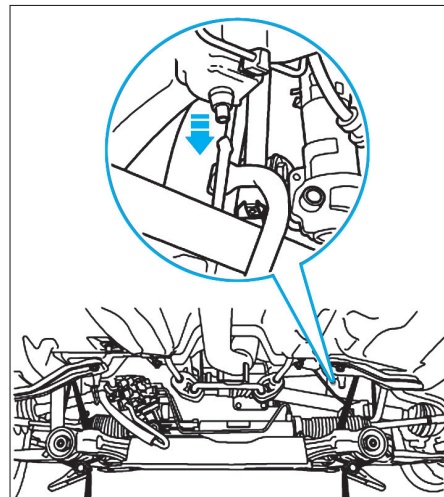

FIG. 118
- Abaisser avec précaution de 10 cm sur le côté droit comme illustré (Fig.118).